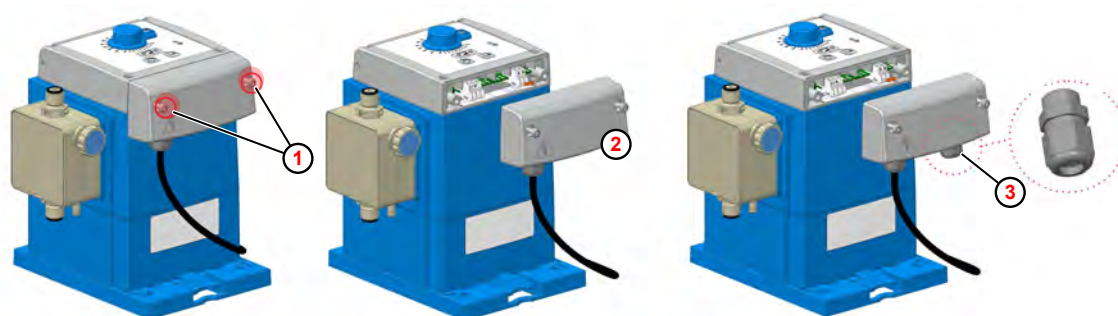

Fig. 11: Installazione elettrica «EcoPro»
① Viti dell'alloggiamento.
③ Pressacavo
② Pannello del vano morsetti
1. ➤ Allentare entrambe le viti dell'alloggiamento (Fig. 11 , ①). Le viti sono protette da un'eventuale caduta.
2. ➤ Smontare il pannello del vano morsetti ② .
3. ➤ Per il collegamento del segnale di consenso esterno, montare il pressacavo M12x1,5 presente nel pacchetto supplementare della pompa nel punto designato ③ .